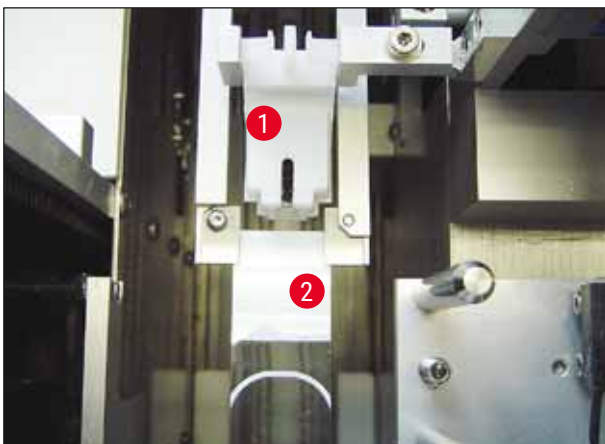

Fig. 24
1. Enfin, s'assurer que la pince de préhension (→ Fig. 24-1) ne percute pas le nettoyeur d'aiguille du distributeur (→ Fig. 24) pendant son déplacement ou celui de la lamelle porte-objet transportée (→ Fig. 24-2).